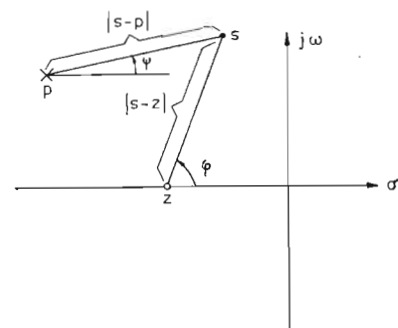

Fig 6
Man är ofta intresserad av att veta absolutbeloppets och/eller fasvinkelns variation med frekvensen för en given immittans eller överföringsfunktion. Denna kan alltid skrivas i den form som ekv. (22) anger, dvs. framställas enbart med faktorer av typen $(s-z)$ och $(s-p)$. Varje sådan faktor kan i s-planet behandlas som en visare med längden=absolutbeloppet $|s-z|$ resp. $|s-p|$ och fasvinkeln φ resp. ψ relativt den reella σ -axeln (fig. 6). För varje nollställe resp. pol får man sålunda ett uttryck